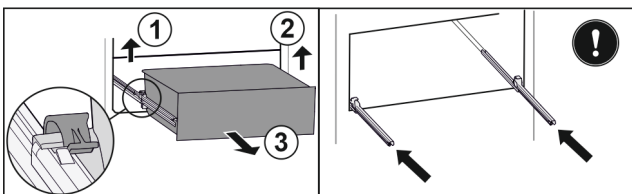

Fig. 90
- ▶ Підняти лівий затискач і одночасно висувний ящик ліворуч потягнути вперед. Fig. 90 (1)
- ▶ Підняти правий затискач і одночасно висувний ящик праворуч потягнути вперед. Fig. 90 (2)
- ▶ Вийняти висувний ящик рухом вперед. Fig. 90 (3)